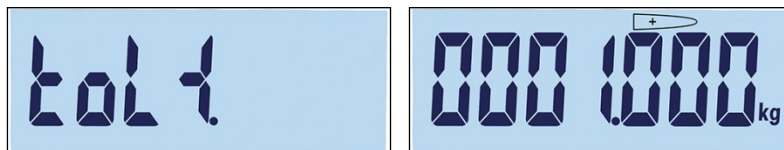

Figure 3-49 : Écrans Étiquette de tolérance positive et Réglage
- La tolérance positive (**Tol +**) est modifiée sur l'écran suivant (Figure 3-49). Une fois la valeur définie, appuyez sur  pour passer à l'étape suivante.